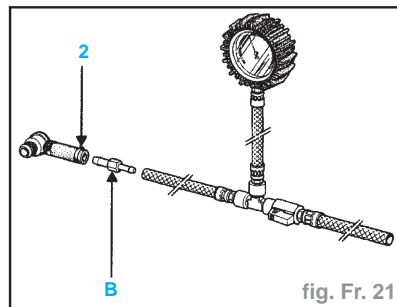

fig. Fr. 21
- assembler les tuyaux avec le "T" de raccordement, le manomètre à dépression et l'ensemble (utiliser le raccord **B** de la valise **Mot. 1311-01** ainsi qu'un collier à vis tangente (2)) (fig. Fr. 21).